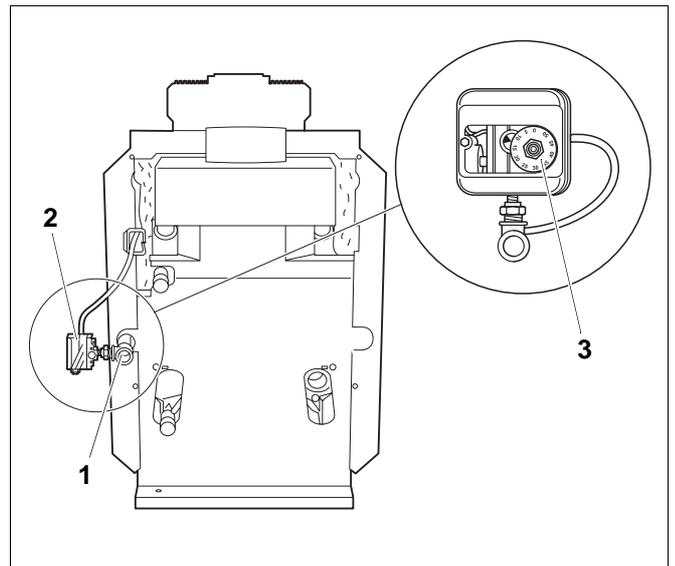

Abb. 45 Gasdruckwächter installieren
- Gasdruckwächter (Abb. 45, **Pos. 2**) unmittelbar am Gasanschluss (Abb. 45, **Pos. 1**) des Heizkessels mit der Einstellscheibe (Abb. 45, **Pos. 3**) nach oben oder nach außen in der Gasleitung eindichten (Reduzier-nippel verwenden).